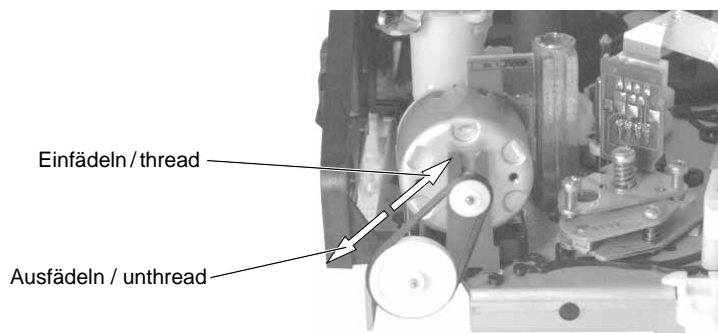
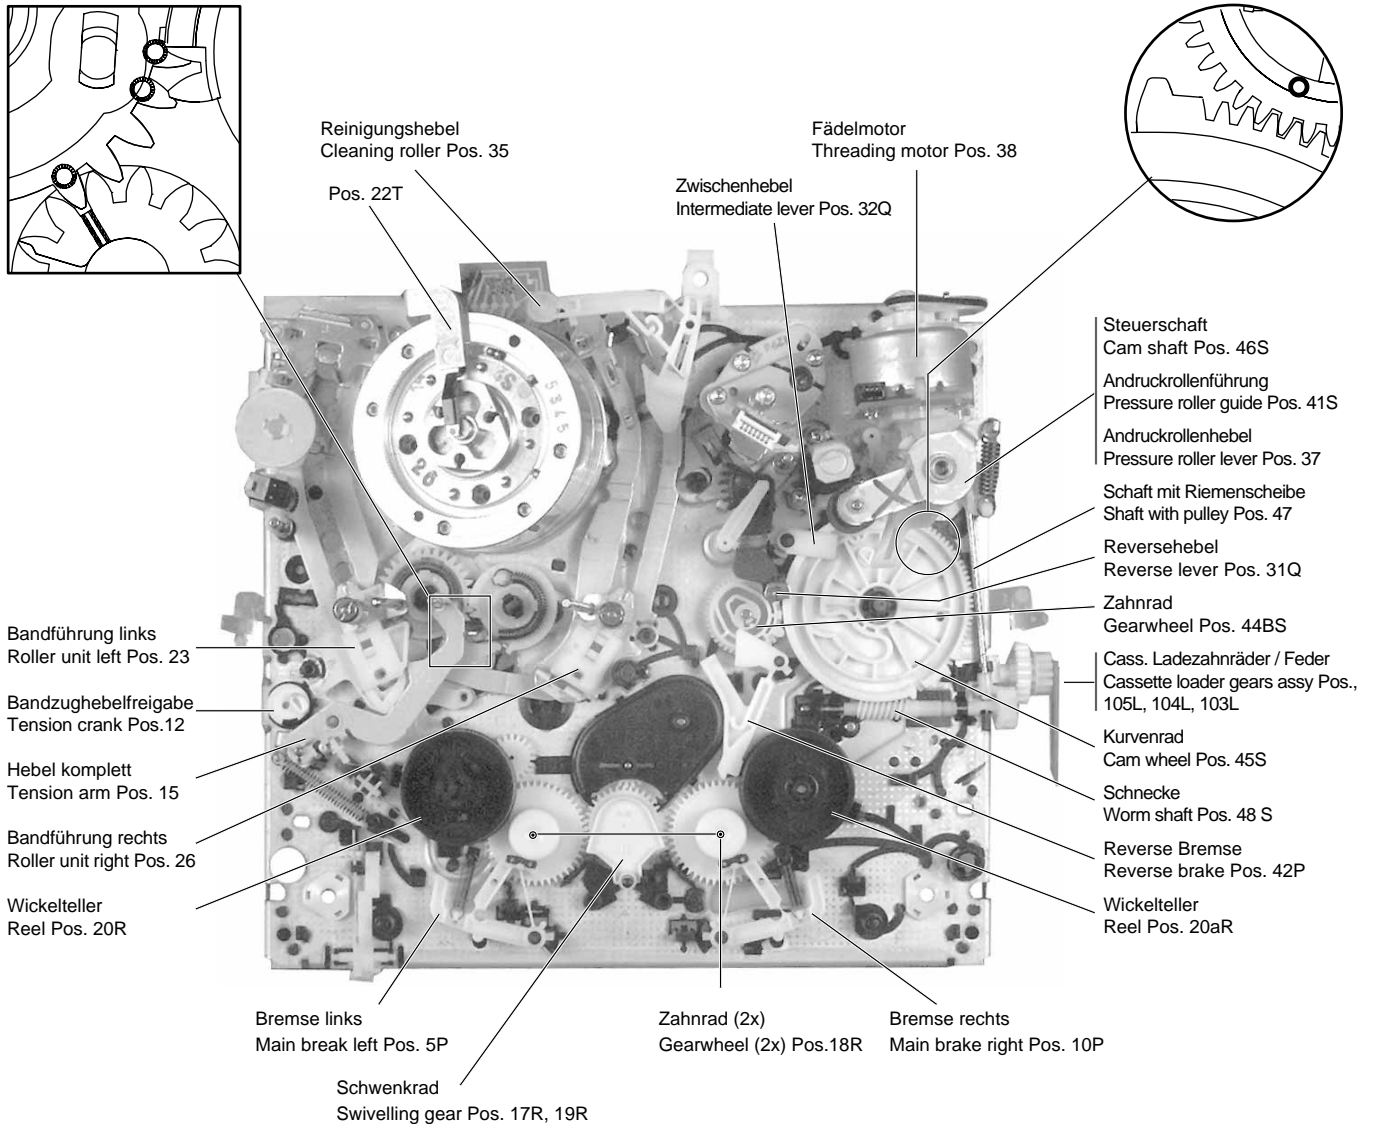
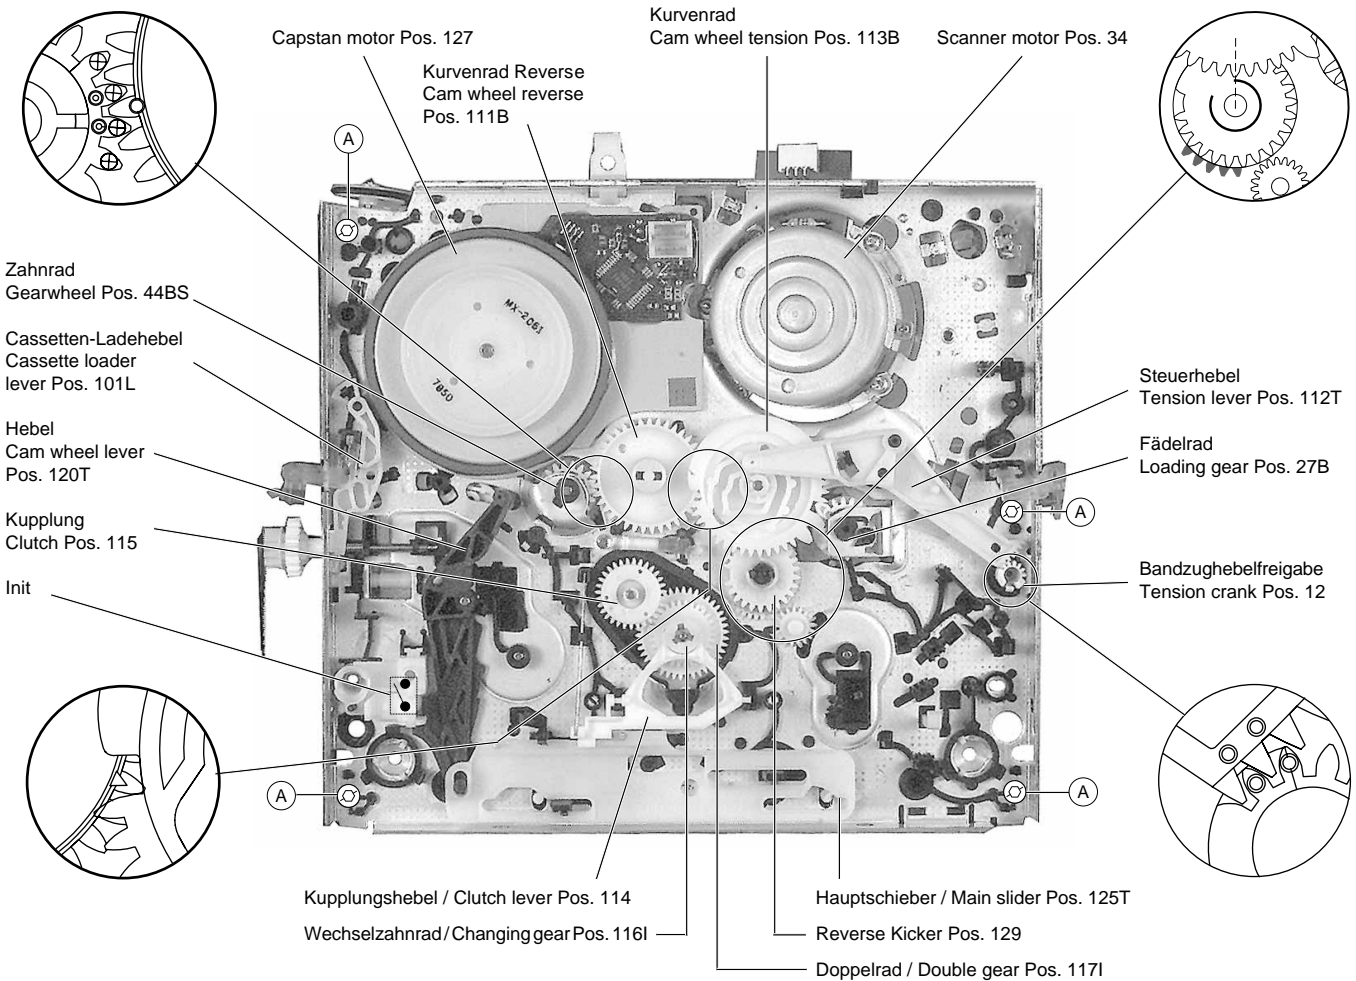
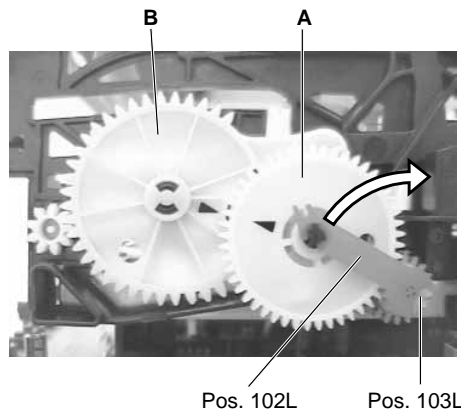

Fig. 3
Fig. 4
Fig. 5
Fig. 6
- Fädelmotor drehen (Fig. 3), bis der Cassettenschacht abgesenkt ist.
- Turn the threading motor (Fig. 3) until the cassette compartment is down.
Wenn nach dem Drücken der Eject-Taste das Laufwerk nicht ausfädelt und die Cassette auswirft, kann dies auch von Hand durchgeführt werden. Dazu ist das Antriebsrad des Fädelmotors zu drehen (Fig. 3). Um Bandschlaufen zu vermeiden, muß wechselweise auch der Capstanmotor (Pos. 127, Fig. 5) entgegen dem Uhrzeigersinn bewegt werden, bis das Band komplett in der Cassette aufgewickelt ist.
If the tape deck does not unthread and eject the cassette by pressing the Eject button this function can also be effected manually by turning the driving gear at the threading motor (Fig 3). To avoid slackening of the tape, turn the capstan motor (counterclockwise, Pos. 127, Fig. 5) and the driving gear alternately until the tape is completely wound up in the cassette.
Nachfolgend sind die markierten und gerichtet einzubauenden Teile der Ober- und Unterseite im Detail dargestellt (Fig. 4, Fig. 5).
- Antriebsrad des Fädelmotors in Drehrichtung "Einfädeln" (Fig. 3) so weit drehen, bis das Zahnrad (Pos. 103L, Fig. 6) entriegelt ist.
- Klammer (Pos. 102L) von der Achse des Zahnrades "A" lösen (Fig. 6).
- 4 Befestigungsschrauben (A) (Fig. 5) des Cassettenschachtes an der Unterseite entfernen.
The following diagrams show in detail the marked components and their correctly aligned position on the top and bottom side (Fig. 4, Fig. 5).
- Turn the driving gear of the threading motor in the "threading" direction (Fig. 3) until the gearwheel (Pos. 103L, Fig. 6) disengages.
- Release the bracket (Pos. 102L) from the shaft of gearwheel "A" (Fig. 6).
- Unscrew the 4 screws (A) (Fig. 5) on the underside of the cassette compartment.
- Cassettenschacht abgesenkt und Zahnrad "A" (Fig. 6) eingerastet.
- Hinweis:** Bei Cassettenliftzahnradern (A und B, Fig. 6) mit Markierungspfeilen müssen die Pfeile zueinander zeigen.
- Cassettenschacht mit den 4 Schrauben (A) (Fig. 5) unten befestigen.
- Klammer (Pos. 102L) auf der Achse des Zahnrades "A" einrasten (Fig. 6).
- Cassette compartment down, gearwheel "A" (Fig. 6) engaged.
- Note:** For video recorders which are fitted with cassette lift gear wheels (A and B, Fig. 6) marked with arrows, the arrows must show towards each other.
- Fasten the cassette compartment with the 4 screws (A) (Fig. 5) at the bottom.
- Place the bracket (Pos. 102L) onto the shaft of gearwheel "A" and lock it in (Fig. 6).